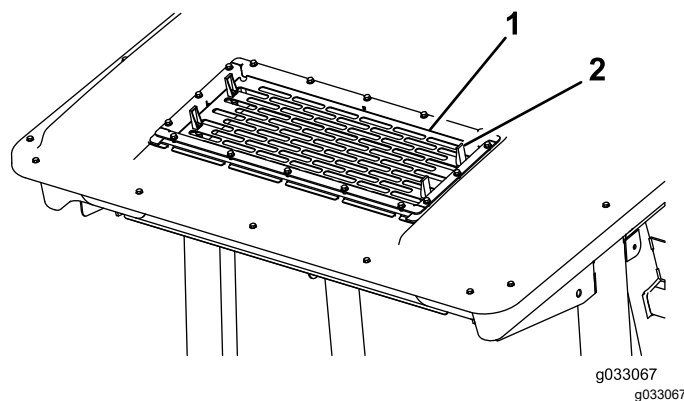

Figure 93
2. Soulevez les 4 languettes sur la grille de climatisation (Figure 93) et déposez la grille du sommet de la cabine.